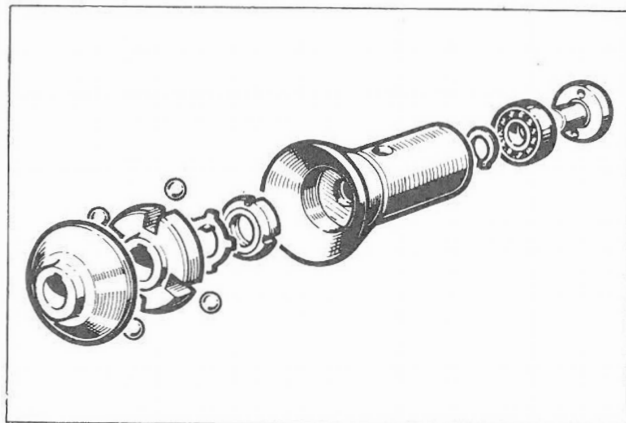

Fig. 52
1. Check balls, ball holder bell, shaft, and bushing. Replace all worn parts (Fig. 52).
- Vérifier les sphères, cloches porte-sphères, arbre et douilles et remplacer les pièces usagées (fig. 52).